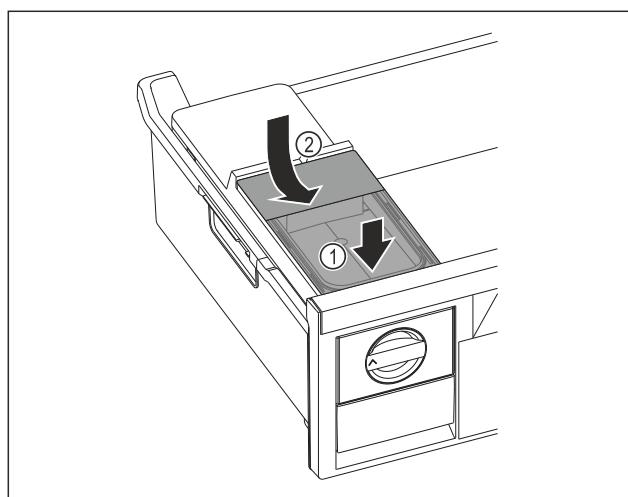

Fig. 104
- Установите бак для воды спереди. Fig. 104 (1)
- Опустить бак для воды сзади. Fig. 104 (2)